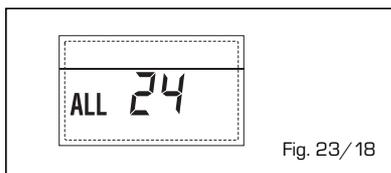

Fig. 23/18
- **ANOMALIA SONDA BOLLITORE SOLARE (S2) "ALL 25"** (fig. 23/19)